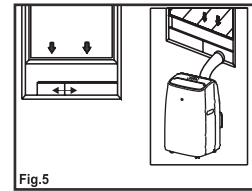

Fig.5
4. Fixez la sortie du tuyau dans la languette plastifiée pour fenêtre et scellez. (Fig. 5 & 6).